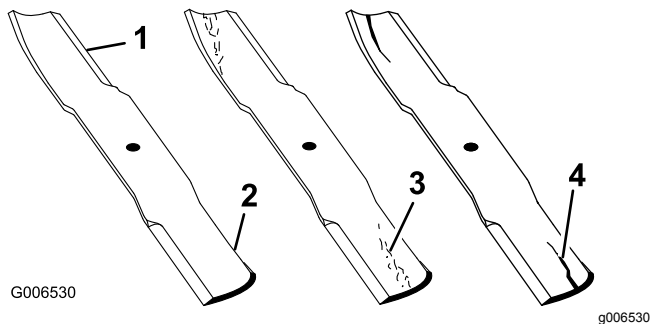

Figura 51
1. Controllate i taglienti (Figura 51).
- Controllate le lame, in particolare l'area curva (Figura 51).
Nota: In caso di danni, usura o scanalature nell'area (voce 3 e 4 nella Figura 51) montate immediatamente una nuova lama.